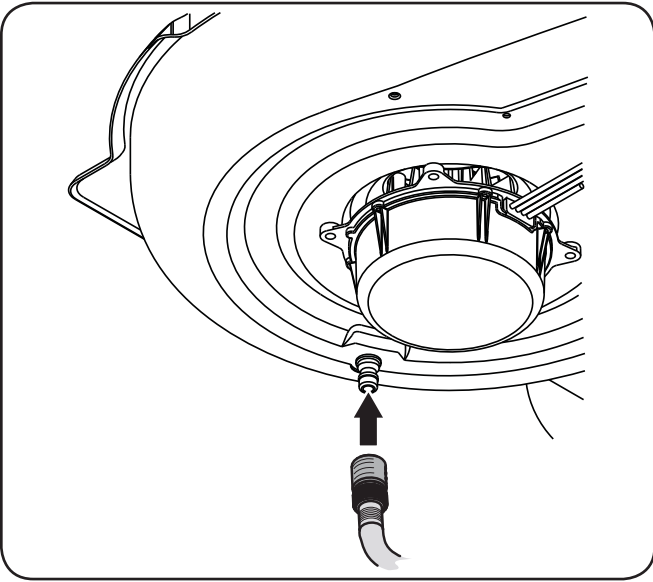

Figure 6-2
4. Branchez le raccord pour boyau d'arrosage sur l'orifice sur la gauche du plateau de coupe. Voir la Figure 6-2.